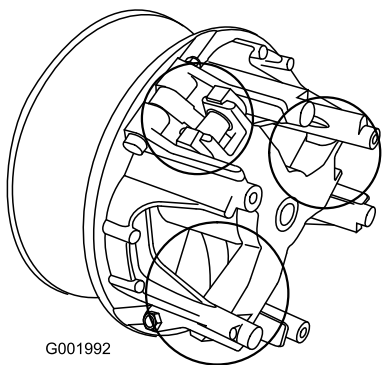

Bild 56
- Schmieren Sie die beweglichen Teile in den Bereichen, die in Bild 56 eingekreist sind, mit Toro Dry Lubricant Spray ein. Sie erhalten den Spray von Ihrem Toro Vertragshändler oder Distributor.